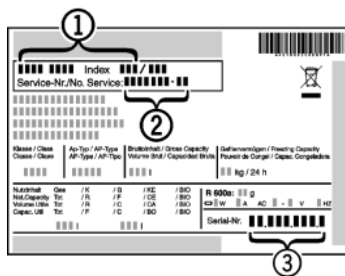

Fig. 35
- ▶ Označení přístroje Fig. 35 (1), servisní číslo Fig. 35 (2) a sériové číslo Fig. 35 (3) naleznete na typovém štítku. Identifikační typový štítek je umístěn na levé vnitřní stěně přístroje.